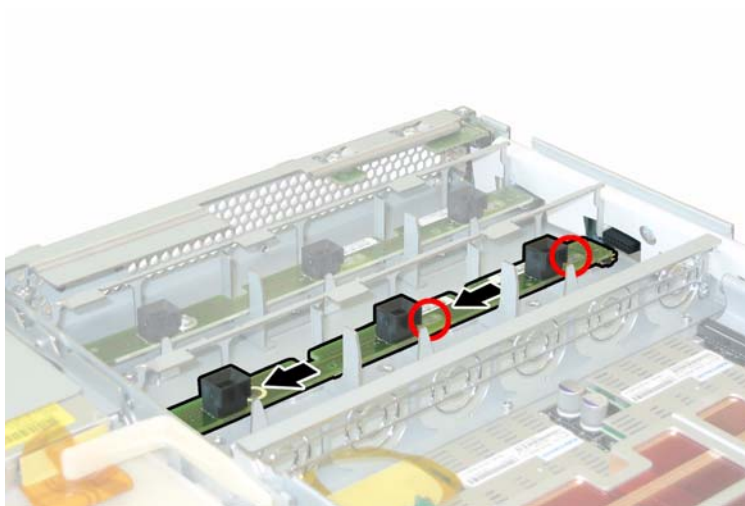

ABBILDUNG 3-20 Ausbauen der Lüfteranschlussplatine
6. Schieben Sie die Lüfteranschlussplatine zur Mitte des Gehäuses, um sie von der vorderen I/O-Platine zu trennen und aus den beiden Haltenasen am Gehäuse zu lösen. Siehe ABBILDUNG 3-20.